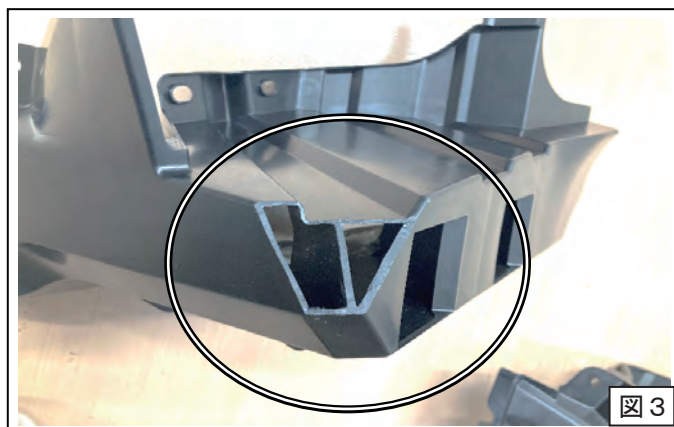

図3. 加工後のリアバンパーサイドカバー
- (2) カットラインに合わせて、図3のように左右の純正リアバンパーサイドカバーを切断します。